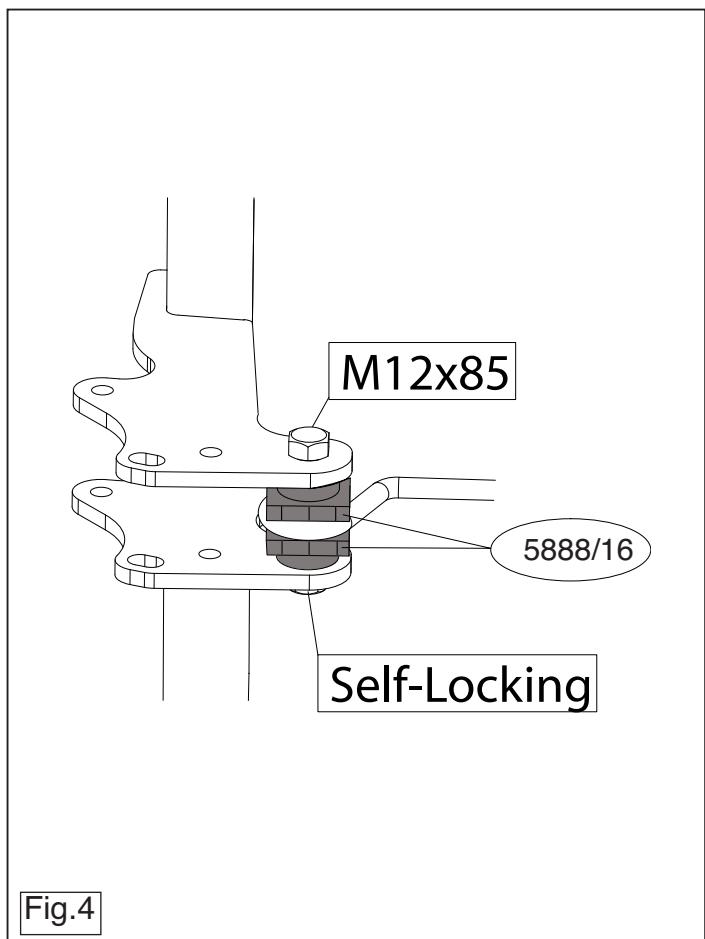

Fig.4
- 10. Fit the cross beam E centrally at points G onto the towbar eye (fig. 4).
- 9. Monteer de dwarsbalk E in het midden aan de sleepoog op de punt G (fig. 4).
9. Den Querbalken E in der Mitte bei das Punkt G an der Schleppöse befestigen (Abb. 4).